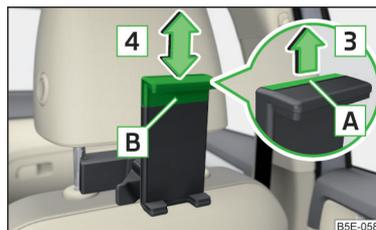

Abb. 101 Haltergröße anpassen
- Zur **Anpassung der Haltergröße** die Sicherungslasche **A** in Pfeilrichtung **3** herausziehen und den Teil **B** in Pfeilrichtung **4** in die gewünschte Position verschieben » Abb. 101.